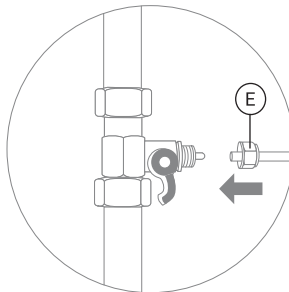
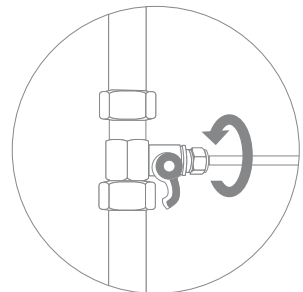

Рис. 7
Рис. 8
2. В гайку (Е) проденьте трубку (рис. 7). Конец трубки наденьте на штуцер адаптера-вентили до упора и плотно накрутите гайку (рис. 8).